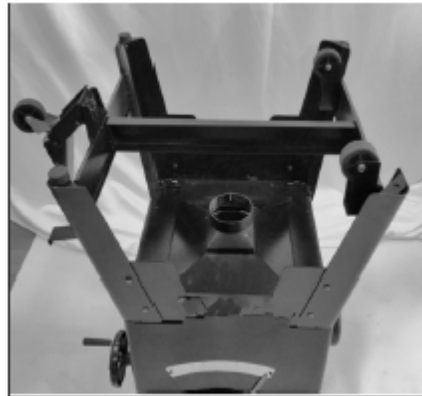

Рис. 12
9. Прикрепить открытую станину в сборе к корпусу станка (рис. 12) винтами М8х25, с плоскими и пружинными шайбами на 8 мм.